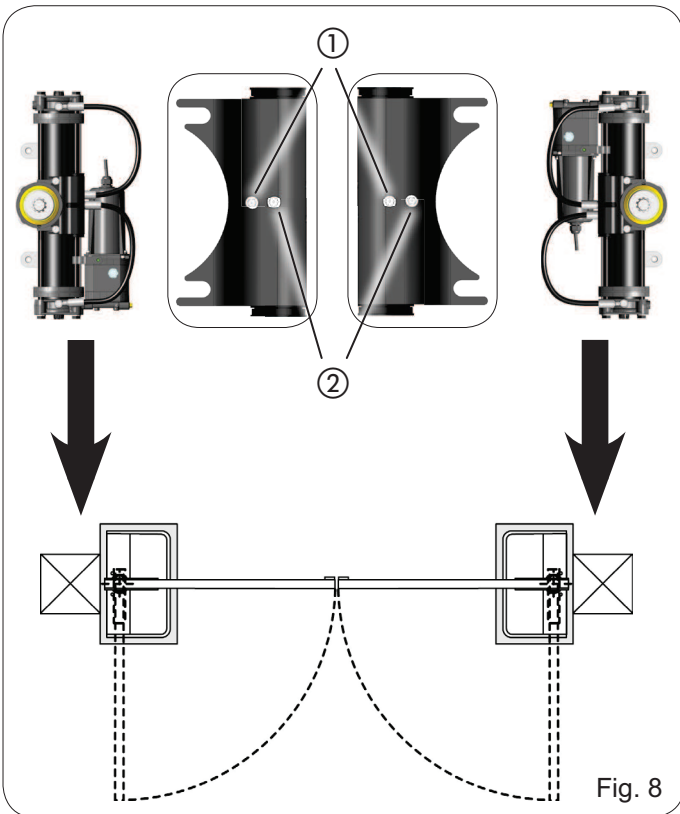

Fig. 8
- 2) Durant le mouvement du vantail, desserrer la vis de purge d'ouverture (Fig. 8 réf. ①)
- 6) Durant le mouvement du vantail, desserrer la vis de purge de fermeture (Fig. 8 réf. ②)
- 2) Während der Flügelbewegung die Entlüftungsschraube beim Öffnen lockern (Fig. 8, Bez. ①).
- 6) Während der Flügelbewegung die Entlüftungsschraube beim Schließen lockern (Fig. 8, Bez. ②).